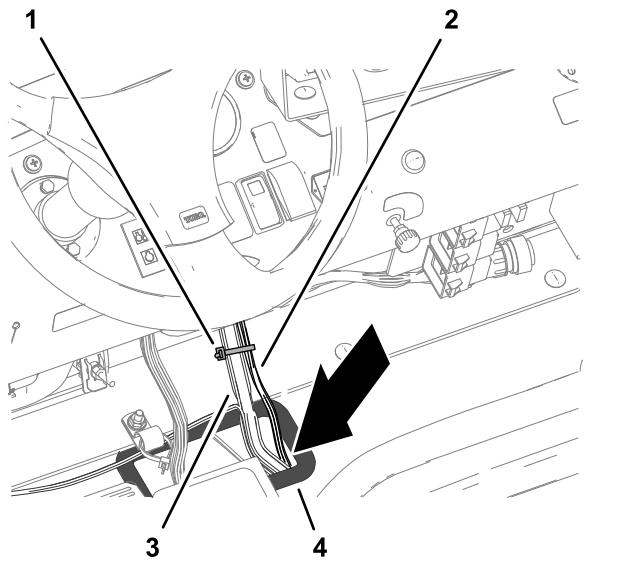

Figure 67
3. Acheminez le faisceau avant le long du faisceau de la machine et à travers le passe-câble du plancher (Figure 67).
4. Fixez les faisceaux aux flexibles hydrauliques avec un attache-câble (Figure 67).